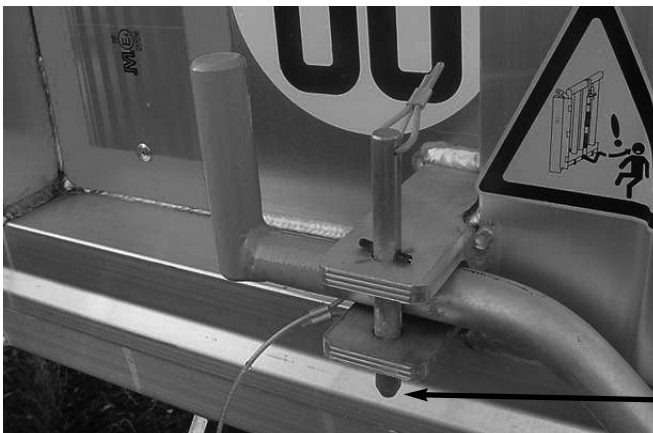

Fig. 19-1
- Ne pas oublier de remettre la goupille (B) de sécurité (fig. 19-1).